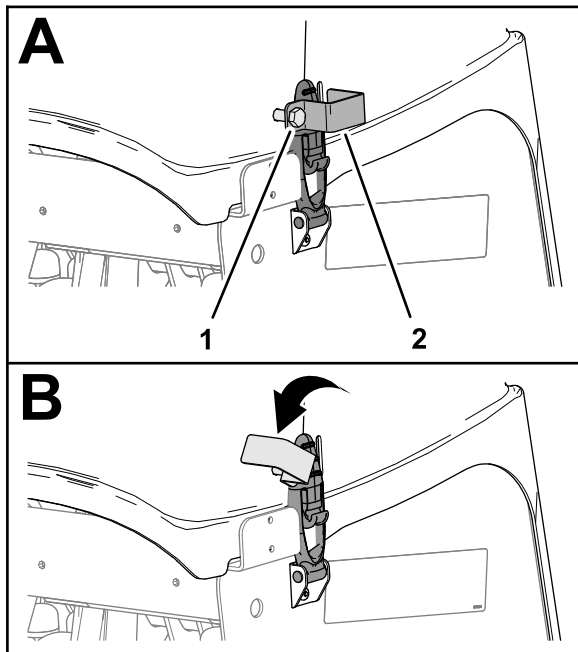

Figura 138
1. Se a sua máquina tiver trincos CE, desaperte o parafuso da placa de fixação até a placa de fixação libertar a ranhura na lateral da cobertura da cabeça de perfuração (Figura 138).
2. Rode a placa de fixação para libertar o trinco (Figura 138).